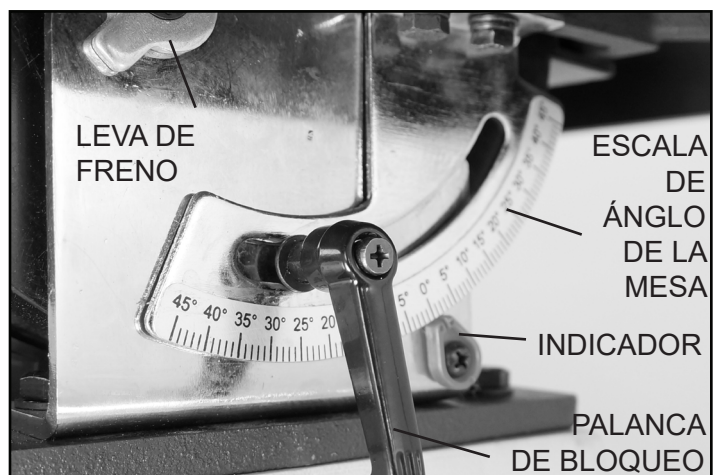

FIG. 7
3. Debajo de la mesa de trabajo hay dos levas de freno (#21A) a cada lado de los soportes de la mesa (#2A, 3A) que se pueden ajustar para nivelarla (Fig. 7). Con una llave hexagonal de 4mm, suelte las tuercas hexagonales del centro de las levas (#22A) para girarlas a fin de subir o bajar el nivel de la mesa. Cuando la mesa esté en ángulo de 90° con el rodillo, ajuste las tuercas hexagonales para bloquear las levas de freno en su lugar.